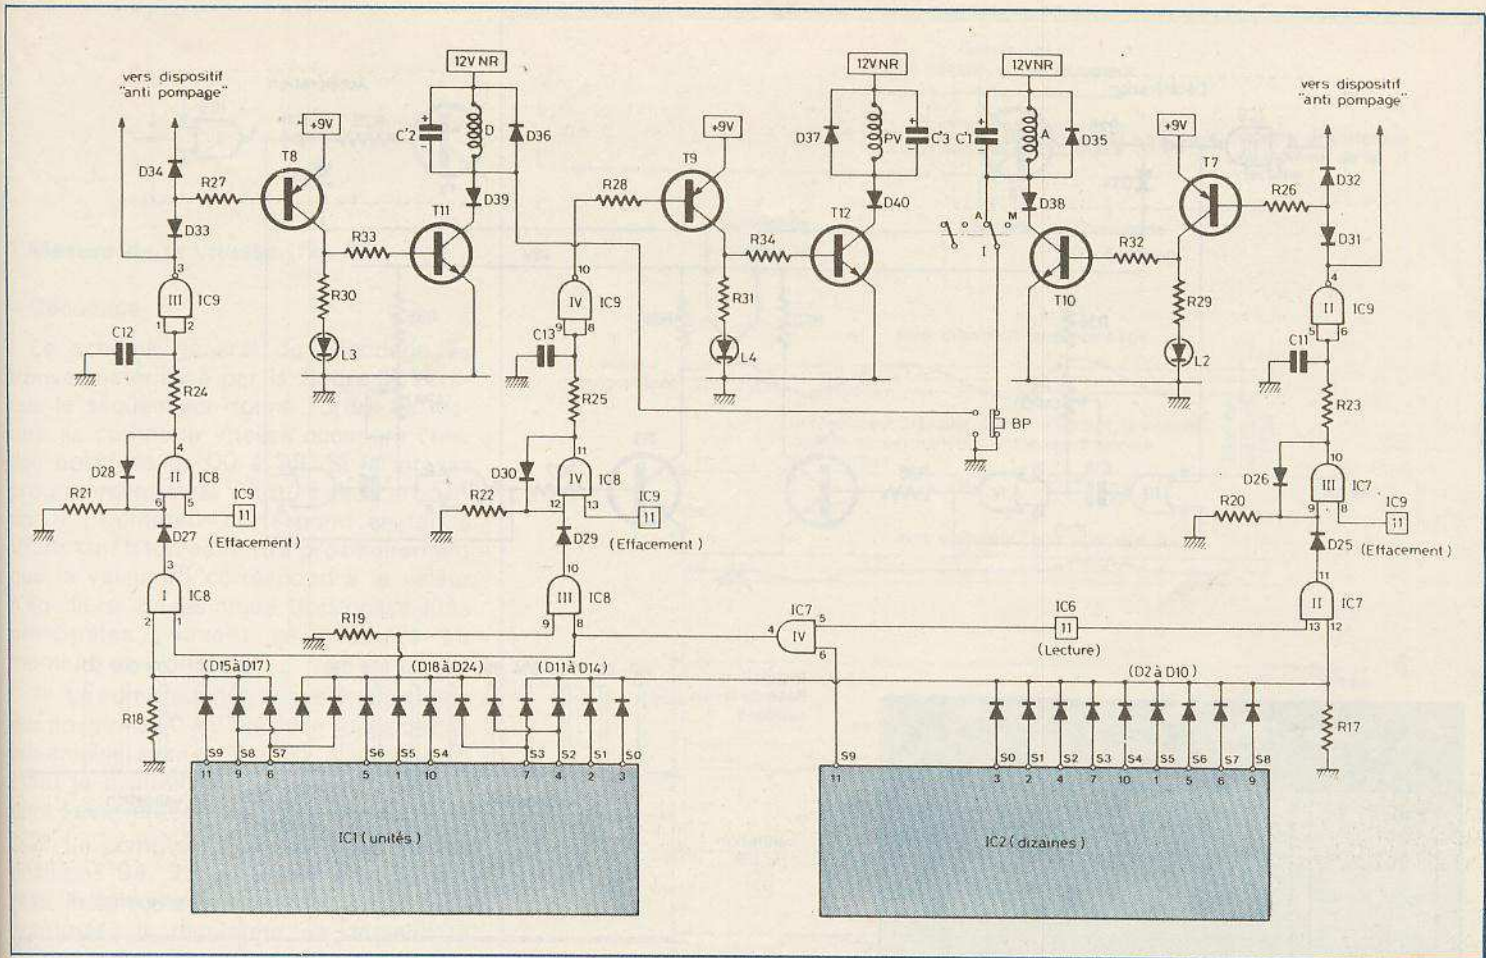

Fig. 5. - Section électronique des dispositifs de décodages et de commande des relais.
f) Mesure de la vitesse (fig. 5)